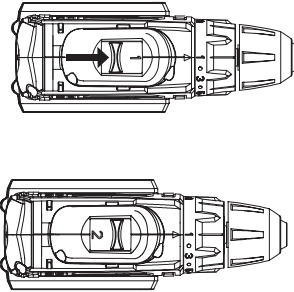

Рис. 6
**Регулировка скорости (Рис.6)**